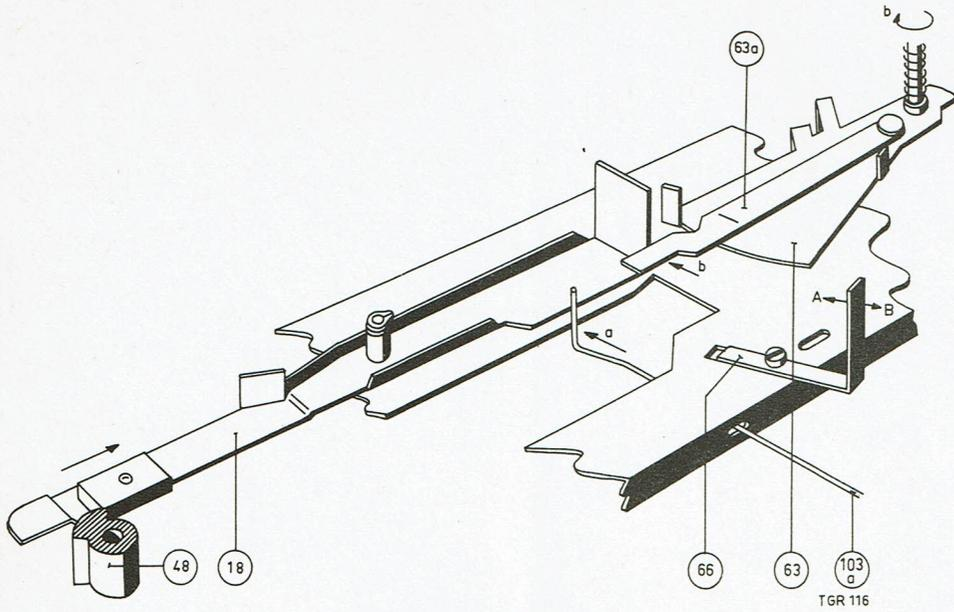

Fig 10
- b. Lorsque l'aiguille entre dans le sillon final, car alors l'équerre de friction de la pos. 63 bute contre le palpeur, de sorte que celui-ci tourne et s'applique contre la came du plateau, voir fig. 10.
Si le cycle de changement commence trop tard ou ne commence pas du tout, il convient de plier la languette orientée vers le haut de l'équerre 66 dans la direction a, voir fig. 10.